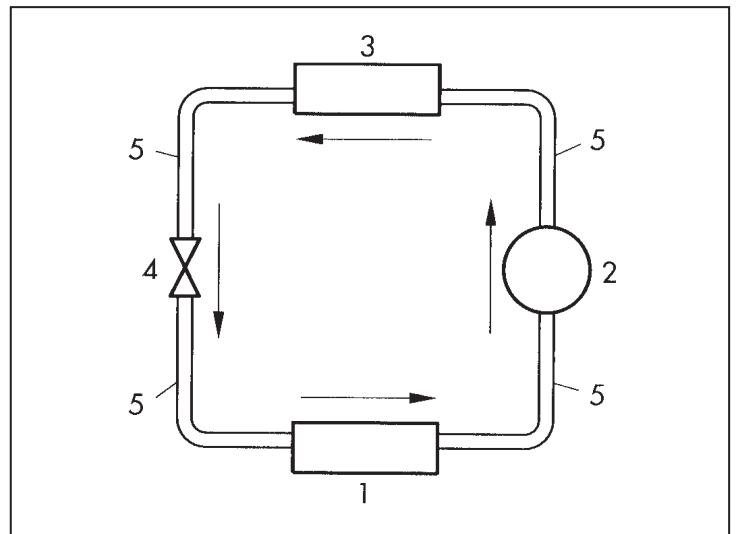
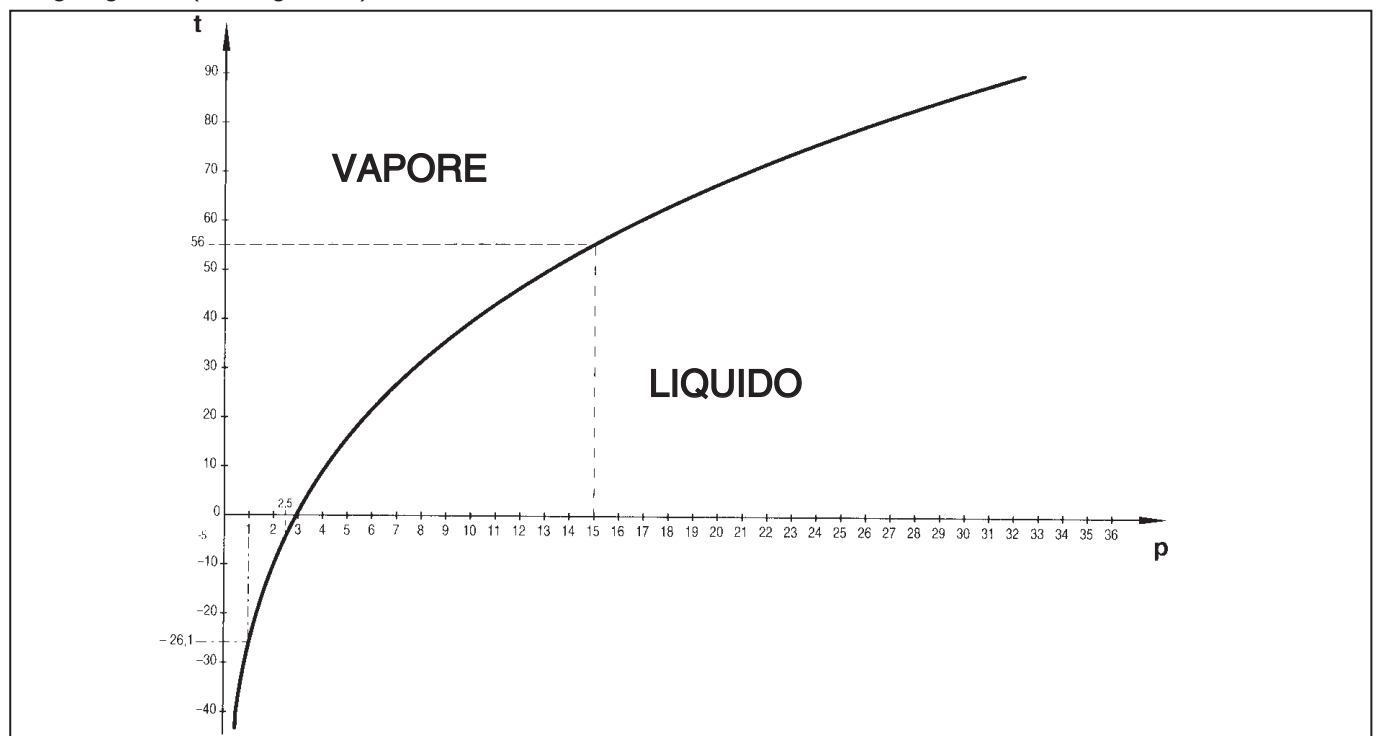
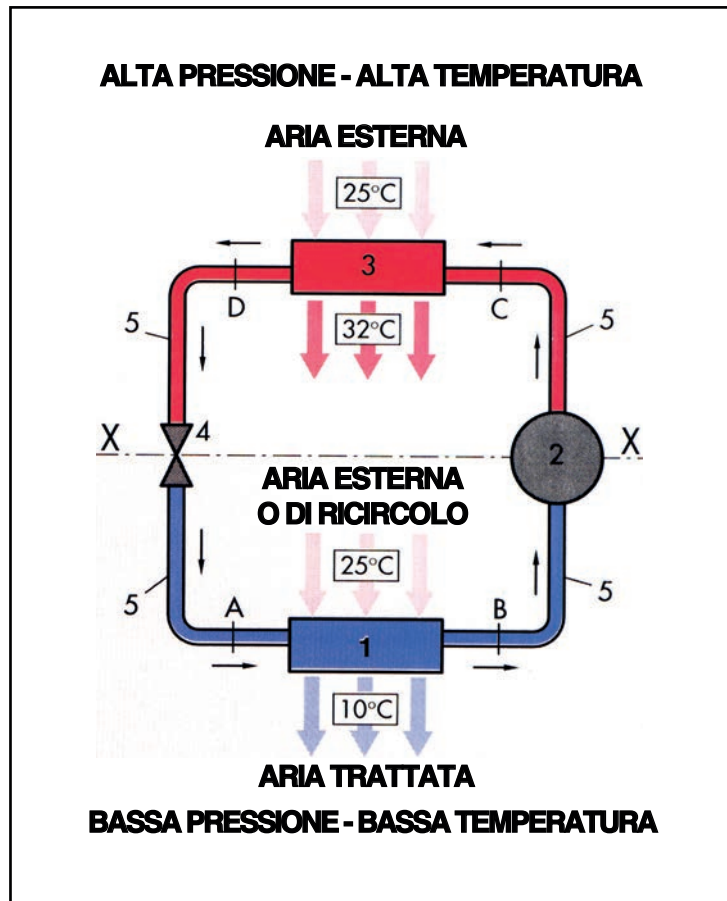

Fig. 11.20
Fig. 11.21
Fig. 11.22
Comme schématisé de façon extrême dans la Fig.11.20, le système apparaît constitué d'un circuit fermé, formé de la chaîne des quatre composants : évaporateur (1), compresseur (2), condensateur (3), vanne de dilatation (4), indispensables à la réalisation du cycle de refroidissement, disposés dans leur séquence fonctionnelle, et par les tuyaux (5) qui servent à leur raccordement.
Les notions de physique évoquées dans le chapitre précédent permettront d'expliquer et de justifier chaque phase du cycle. Dans un souci de clarté, nous ferons référence aussi un autre schéma simplifié du circuit (Fig.11.22) similaire ou à celui de la Fig.11.20. Avant de procéder, aussi pour une meilleure compression des valeurs de pression et de température citées (même si à titre d'exemple et avec une grande approximation), nous reportons le diagramme pression/température du réfrigérant R134a, actuellement utilisé dans les systèmes de climatisation pour les véhicules et les tracteurs à usage agricole (voir Fig.11.21).
Revenons maintenant à l'analyse des phases du cycle, en prenant comme point de départ la Sect. A (Fig.11.22), à l'entrée de l'évaporateur. L'évaporateur est le composant qui sert à extraire la chaleur de l'habitacle et est donc placé à l'intérieur de ce dernier ou bien est en étroite communication avec celui-ci. Pour qu'il puisse effectuer cette fonction, il faut que sa température soit inférieure à celle de l'environnement à refroidir de sorte que la chaleur puisse venir spontanément de celui-ci (température supérieure) vers lui-même. Supposons que, dans A, le réfrigérant soit liquide à une pression de $2,5\text{ bars}$ et donc à une température d'environ $-5\text{ }^{\circ}\text{C}$ (Fig.11.21).
La ligne idéale de séparation des deux parties est représentée dans le schéma de la Fig.11.22 par la ligne droite X-X qui coupe le compresseur et la vanne de dilatation.